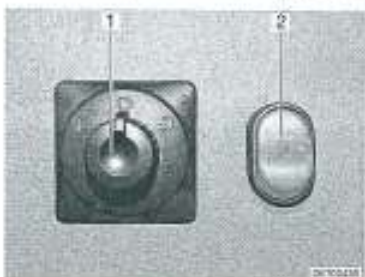

Fig. 17 Commutateur pour rétroviseurs extérieurs à réglage électrique et leur chauffage
- Sélectionner le rétroviseur qui doit être réglé. Pour ce faire, tourner l'interrupteur tournant (Fig. 17,1) vers la gauche ou la droite.
- Régler le rétroviseur en appuyant sur l'interrupteur (Fig. 17,1) dans la direction correspondante.
- Appuyer sur l'interrupteur (Fig. 17,2). Le voyant de contrôle de l'interrupteur signale la marche.